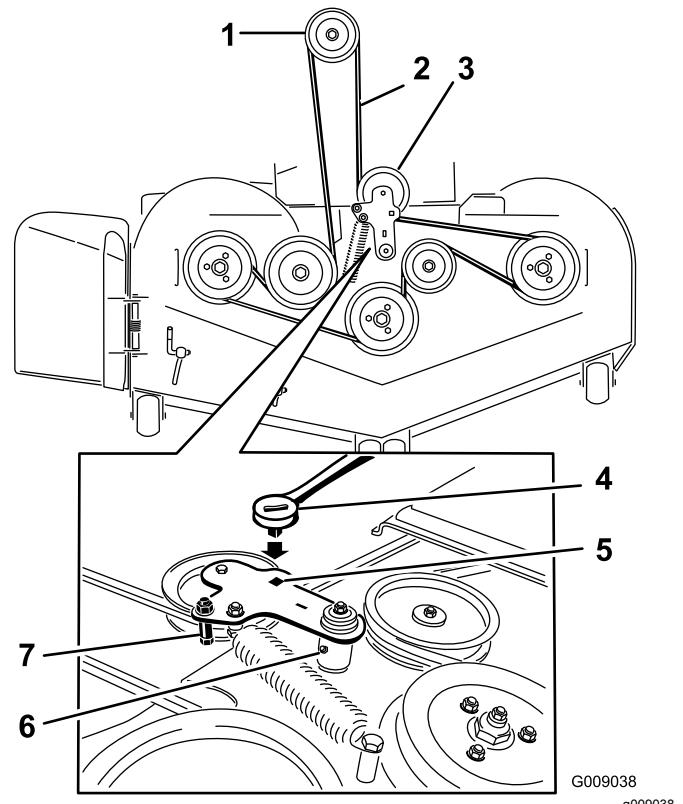

Figura 109
5. Levante o painel do chão e insira um roquete no furo quadrado no centro da polia intermédia (Figura 109).
6. Rode o centro polia no sentido contrário ao dos ponteiros do relógio e retire a correia do cortador (Figura 109).